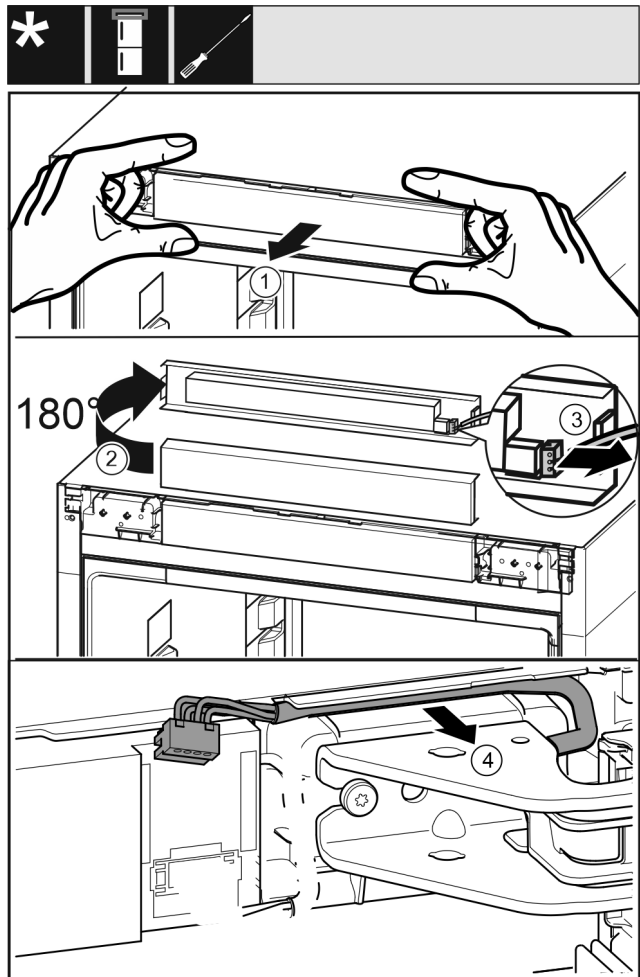

Fig. 6
- ▶ Обережно ослабити невелику панель керування пристрою вперед. Fig. 6 (1)
- ▶ Повернути невелику панель керування вгору на 180°. Fig. 6 (2)
- ▶ Притисніть фіксувальний виступ вниз та обережно витягніть штекер. Fig. 6 (3)
- ▶ Обережно від'єднайте кабель над опорним кронштейном від направляючої. Fig. 6 (4)